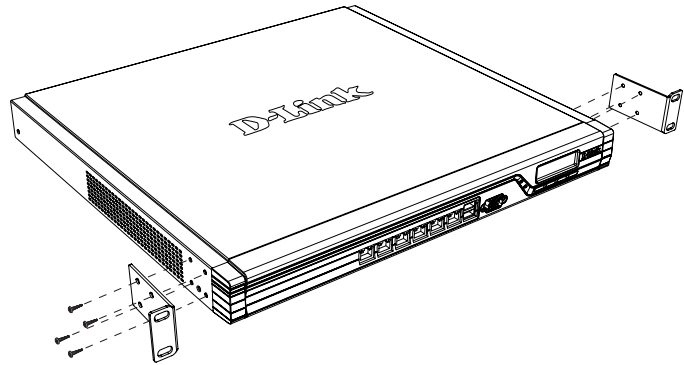

Figura 5. Acoplamiento de los soportes para montaje en rack
1. Acople los soportes de montaje a cada lado del chasis, como se muestra en la figura 5 y fíjelos con los tornillos suministrados.